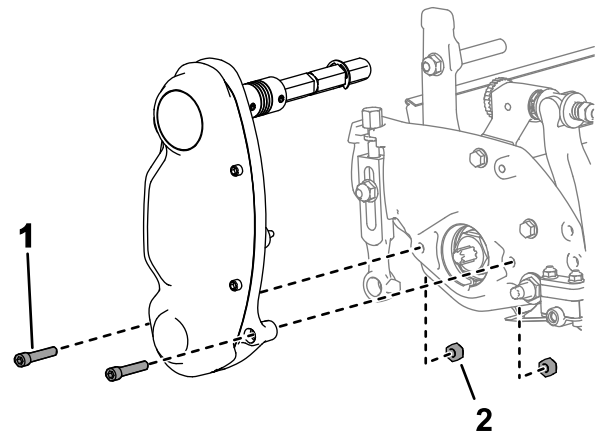

Bild 13
1. Entfernen Sie die Befestigungsmittel, mit denen die Spindelantriebsbaugruppe an der Seitenplatte befestigt ist (**Bild 13**).
2. Entfernen Sie die Muttern von der Innenseite der Seitenplatte (**Bild 13**).